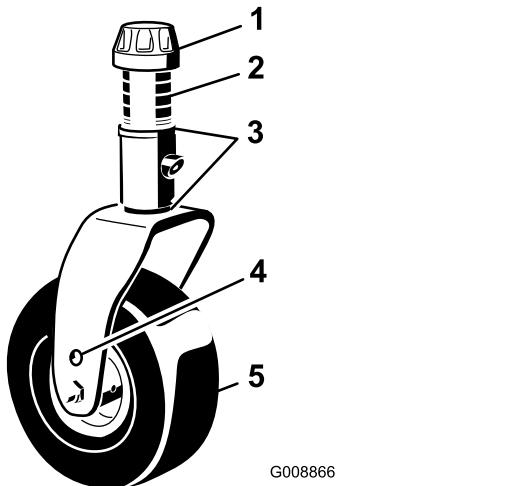
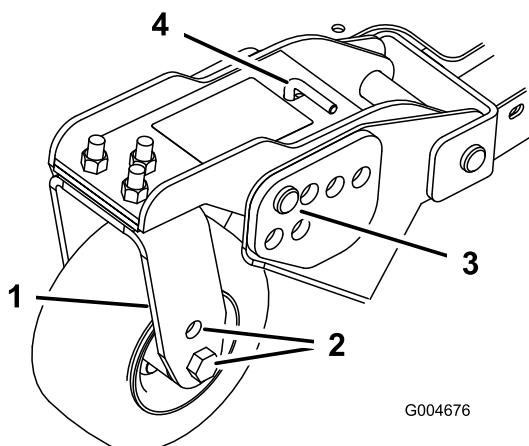
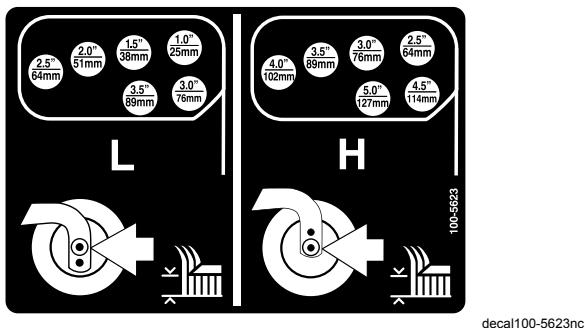

Figure 26
Figure 28
Figure 29
1. Placez les essieux des roues pivotantes dans les mêmes trous sur toutes les fourches (Figure 26 et Figure 28).
2. Enlevez le chapeau de tension de l'axe de pivot et sortez l'axe du bras de la roue pivotante (Figure 26).
5. Enlevez la goupille fendue et les axes de chape des bras de pivot (Figure 28).
6. Tournez la tige de tension pour éléver ou abaisser le bras de pivot jusqu'à ce que les trous soient en face de ceux du support de hauteur de coupe sélectionnés dans le cadre du plateau de coupe (Figure 28 et Figure 29).